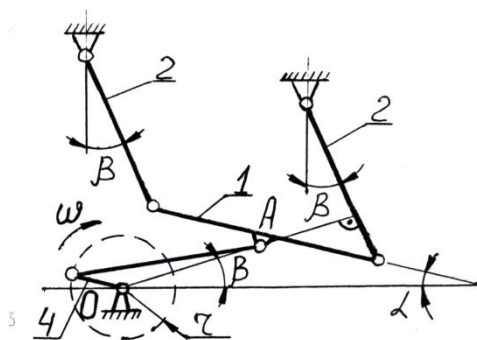

Рис. 1.6
1.24. Решето 1 підвішене на підвісках 2 та нахилене під кутом α до горизонту (рис.1.6). За допомогою кривошипно-шатунного механізму 3 його приводять до коливального руху. Кривошип радіуса r обертається з кутовою швидкістю ω . Скласти диференціальне рівняння та рівняння руху зерна A масою m по решету. Коефіцієнт тертя між поверхнею зерна та решета f .